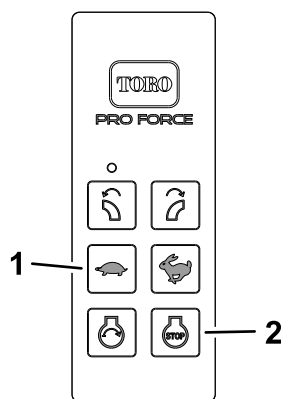

Figure 20
- Appuyez sur le bouton de BAISSÉ DU RÉGIME MOTEUR (Figure 20) sur la télécommande manuelle pour réduire le régime moteur (volet de départ 3/4 ouvert approx.).
- Appuyez sur le bouton d'ARRÊT DU MOTEUR (Figure 20).